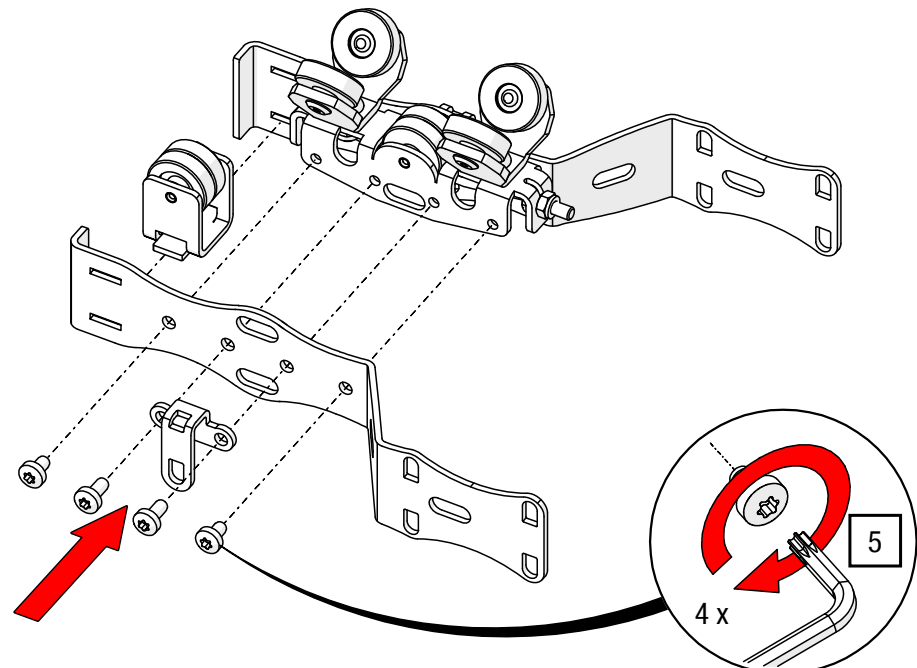

Abb. 50: Zugwagen OFFICE Überzugbügel – Überzugbügel mit Stützrad montieren
- Stecken Sie die Stützrolle in die vorgesehene Nut, verschrauben Sie den Zugwagen mit dem Überzugbügel und dem seitlichen Ösenblech mit TORX®-Schlüssel T20, bis das Blech am Zugwagen anliegt (siehe Abb. 50).